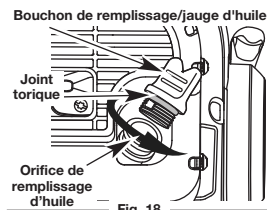

Fig. 18
**REMARQUE :** Assurez-vous que le joint torique est mis sur le bouchon de remplissage / jauge d'huile au moment de la vérification et du changement d'huile (Fig. 18).